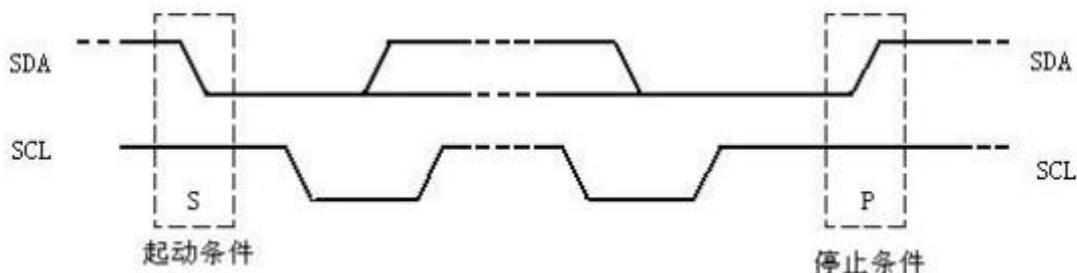

图 11. I2C 总线的起动 (START) 和停止 (STOP) 条件定义
总线不忙时，数据线和时钟线保持高电平，数据线在下降沿、时钟线为高电平时为起动条件 (S)，数据线在上升沿、时钟线为高电平时为停止条件 (P) 参见图 11。